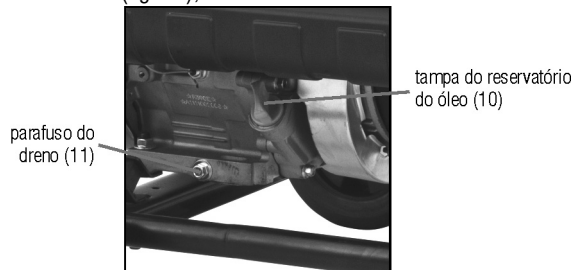

Fig. 20 – troca de óleo
- 4 – Remova a tampa de dreno do cárter (fig. 20);